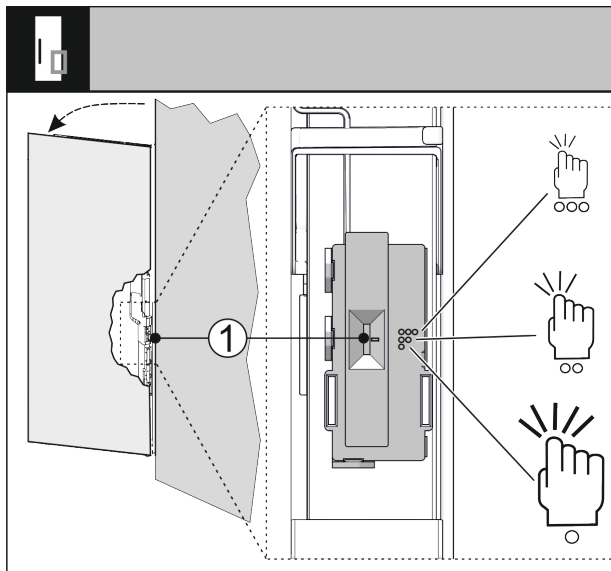

Fig. 34
Osjetljivost senzora kucanja možete namjestiti sklopkom Fig. 34 (1). Sklopka se nalazi na strani šarke na donjoj trećini vrata.
- ▶ Gurnite sklopku Fig. 34 (1) u željeni položaj sklopke.